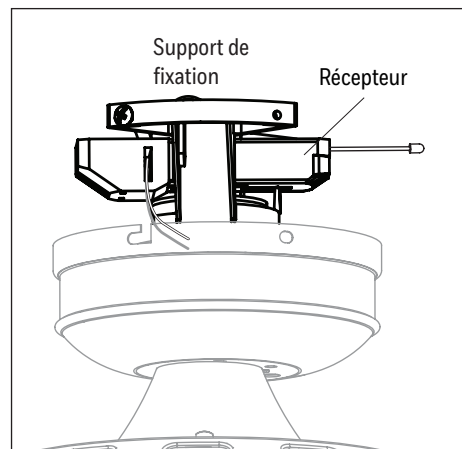

Figure 3.5
- Remarque :** Le récepteur reposera directement sur la tige (Figure 3.5).